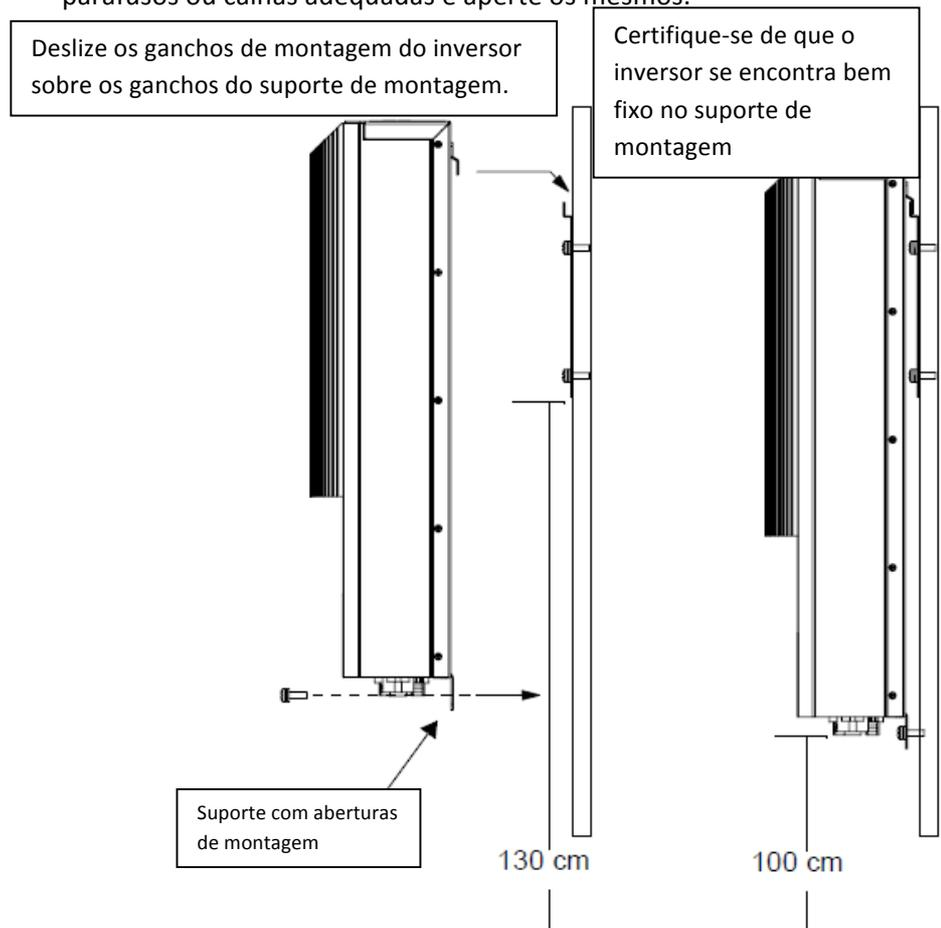

Figura 2-8 Colocação Correcta do Inversor no Suporte de Montagem
1. Coloque o gancho de montagem do Inversor GT, localizado na parte posterior invólucro, sobre o suporte e certifique-se de que o inversor foi colocado correctamente, como indicado na Figura 2-8.